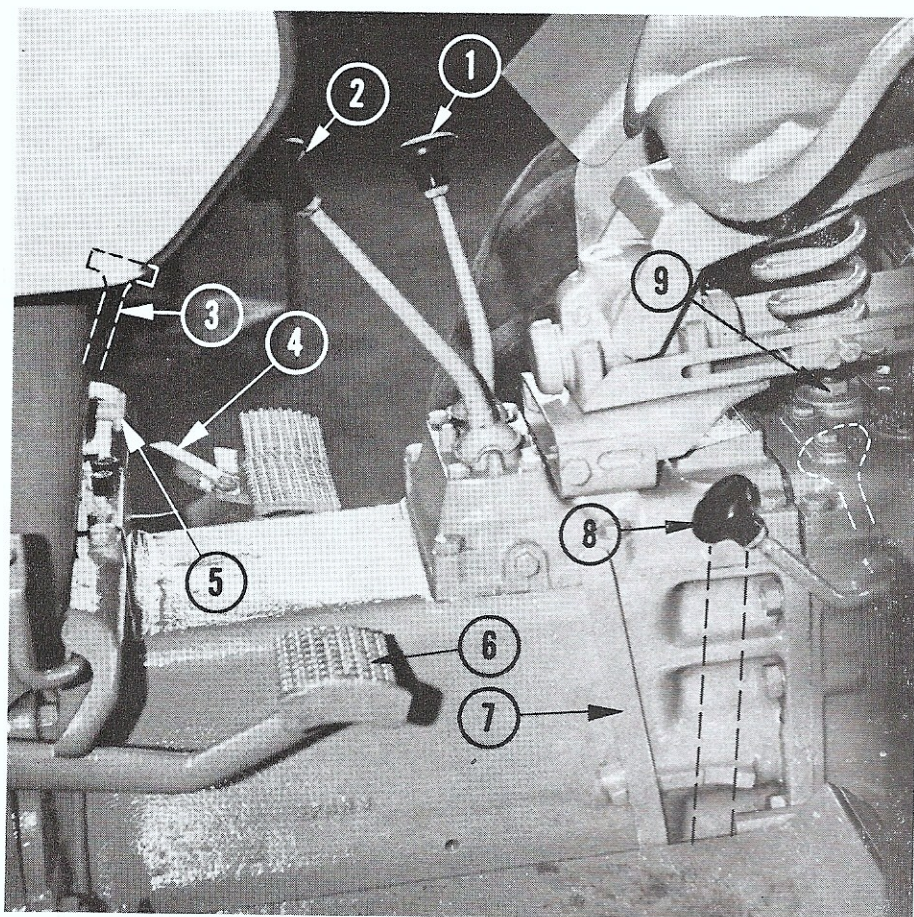

Fig. 7. — Levier de sélection de gammes (1).
- Placer le levier de sélection de gamme (Rep. 1, Fig. 7) en position I, II ou AR suivant le travail à effectuer.
- Engager le levier de vitesses (Rep. 2, Fig. 7) dans la position correspondante à la vitesse désirée.